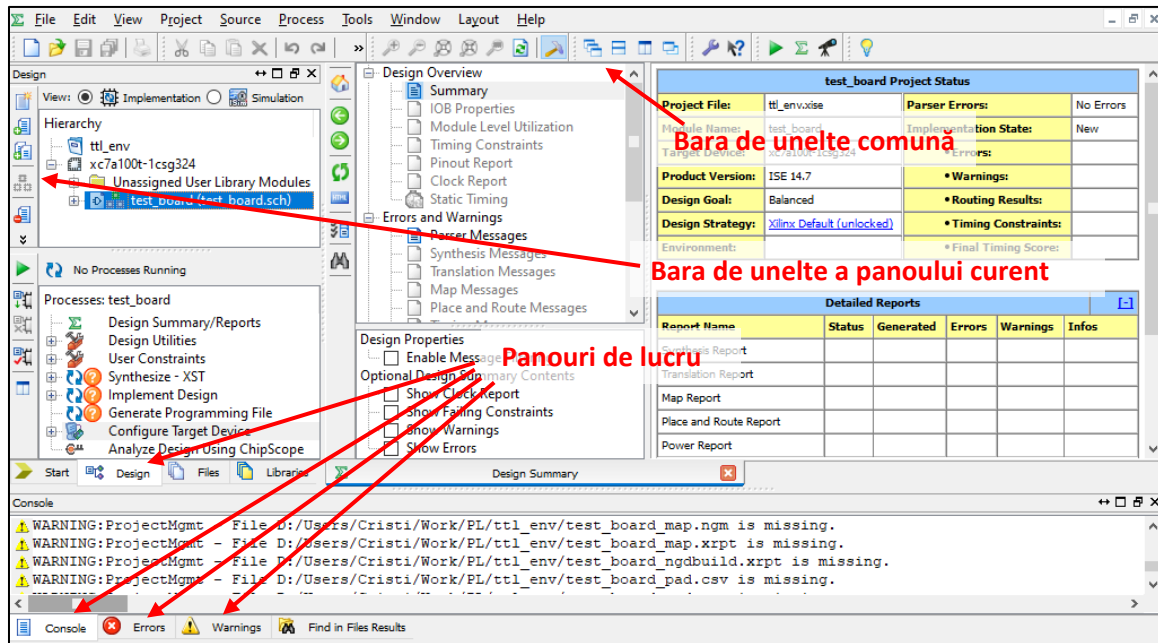

Figura 1. 1 Interfața utilitarului Project Navigator
- Panoul **Design** (Figura 1. 1) – conține structura proiectului organizată pe circuite; inițial, proiectul conține circuitul de test **test_board**. Dacă se apasă dublu-click pe numele circuitului se va afișa editorul schematic, care conține **schema** circuitului și se face automat saltul la panoul **Symbols**.